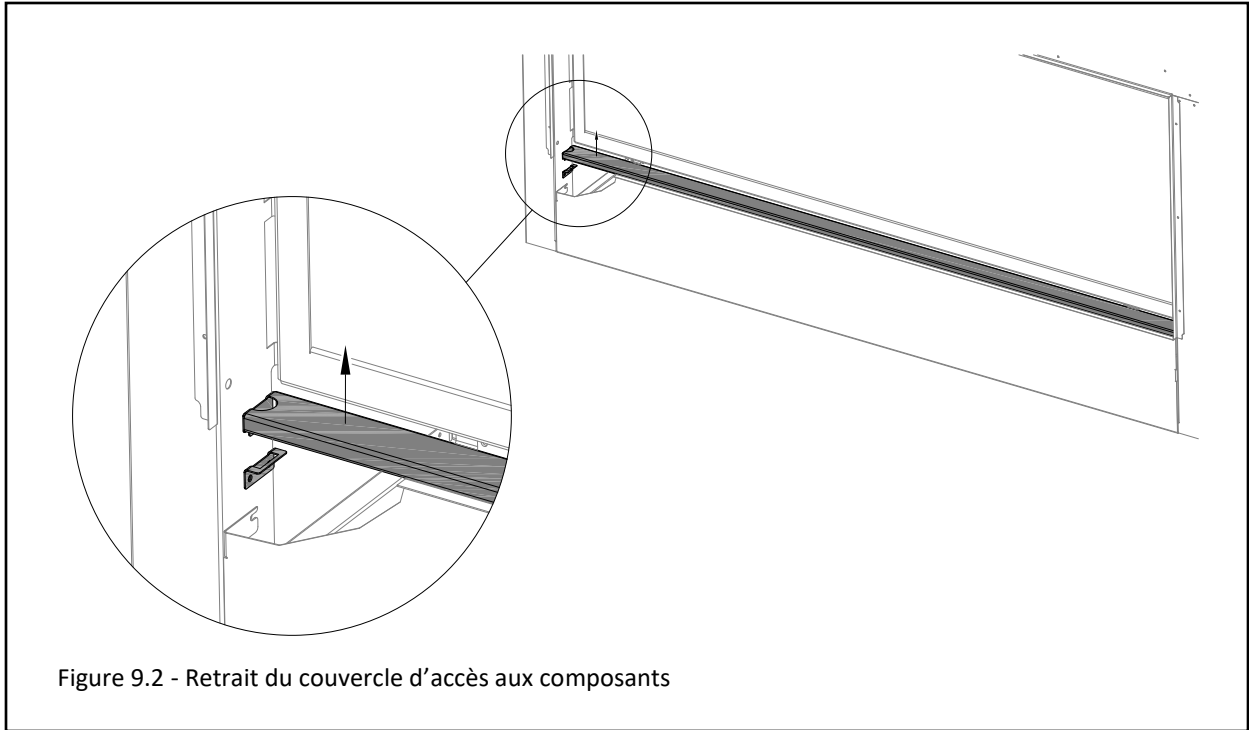

Figure 9.2 - Retrait du couvercle d'accès aux composants
2. Soulevez et retirez le couvercle d'accès aux composants pour accéder au compartiment sous le foyer. Voir Figure 9.2.